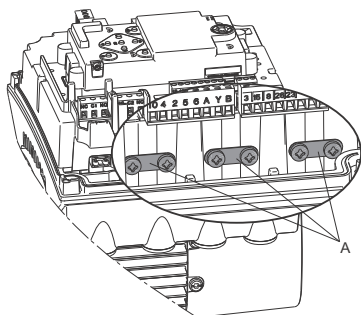

Рис. 63 Заземление экранирующих оплётки кабелей
- Заземлите экраны кабелей шины через один из зажимов заземления (рис. 63, А).